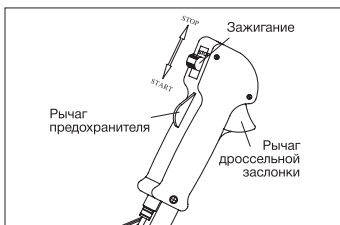

Рис. 10
5. **Переведите выключатель зажигания**, расположенный на рукоятке управления, в положение ON/1. Нажав рычаг предохранителя, нажмите рычаг дроссельной заслонки (рычаг газа) и зафиксируйте его в нажатом состоянии с помощью фиксатора (**рис. 10**).
1. Включите зажигание выключателем, расположенным на управляющей рукоятке (**рис. 10**).
2. Нажав рычаг предохранителя, нажмите рычаг дроссельной заслонки (рычаг газа) и зафиксируйте его в нажатом состоянии с помощью фиксатора (**рис. 10**).